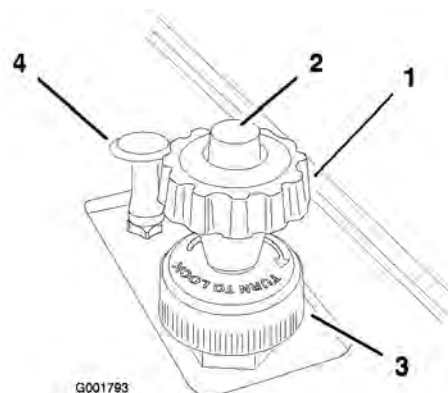

Bild 22
2. Drücken Sie die Taste oben am Handrad des Geschwindigkeitsbegrenzers und ziehen Sie es nach oben, bis Sie fühlen, dass es das Fahrpedal berührt. Lassen Sie die Taste dann los (Bild 22).
4. Nach dem Einstellen können Sie das Handrad an dieser Einstellung arretieren. Drehen Sie den Sperrring unten am Geschwindigkeitsbegrenzer nach rechts, bis er stoppt (Bild 22). Drehen Sie zum Lösen der